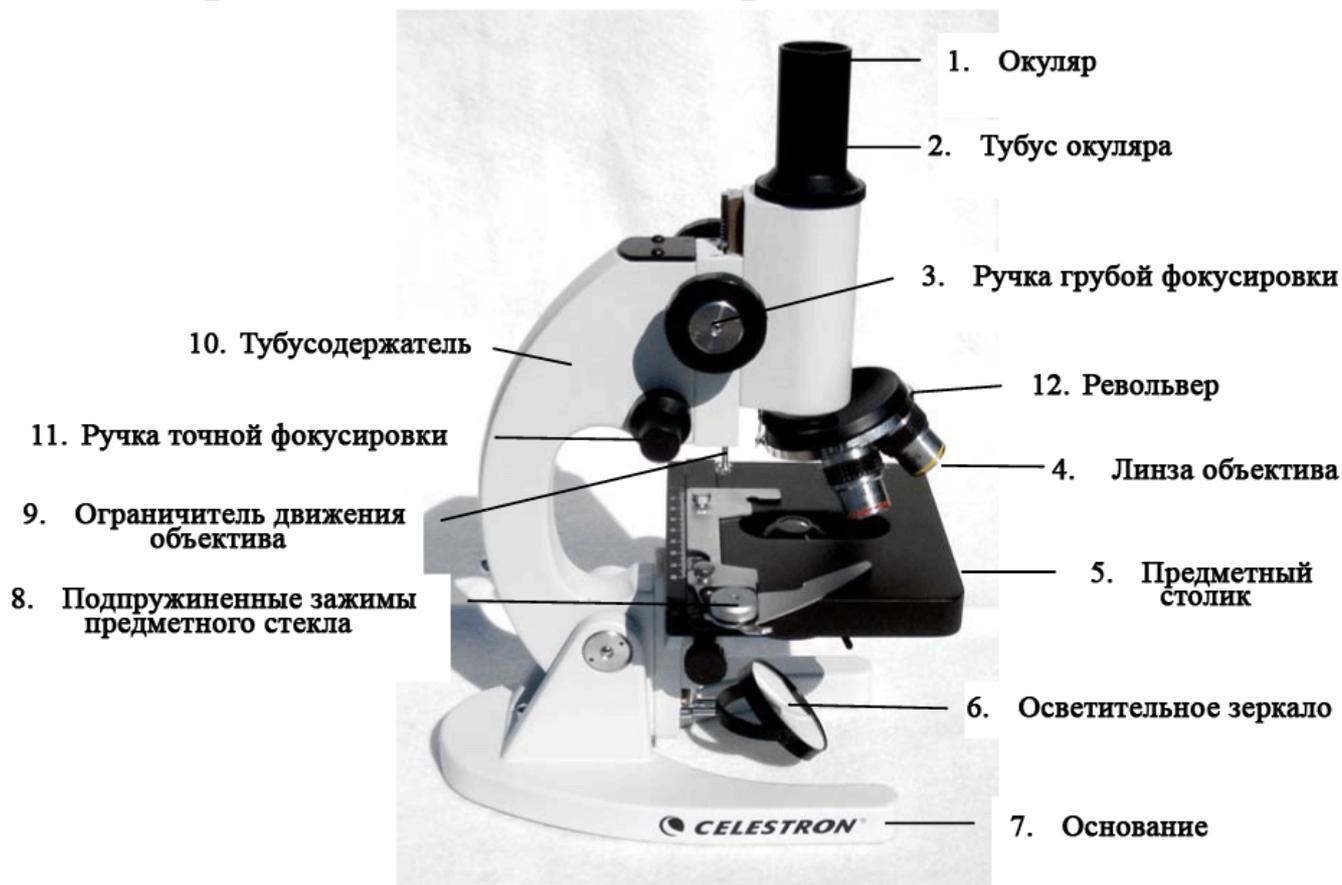

Рисунок 3
Рисунок 3а
Рисунок 3б
Рисунок 3в
Рисунок 3г
1. Удалите зеркальный осветитель, вытянув его из гнезда. Это легко выполняется при небольшом надавливании (см. рис. 3а).
2. Вставьте электроосветитель в гнездо, из которого был вынут зеркальный осветитель (см. рис. 3а).
3. Убедитесь, что стеклянные части электроосветителя (см. рис. 3б) направлены в сторону предметного столика (5).
4. Расположите зажимы посетителя снаружи гнезда и нажмите на него до фиксации (см. рис. 3в).
5. Вставьте шнур от электроосветителя в розетку (см. рис. 3г).
Ваш микроскоп снабжен механическим предметным столиком с зажимами и направленными ручками (см. рис. 3д).
3. Используйте ручки перемещения столика (см. рис. 3д) для установки образца в центре отверстия столика (5).
**Рисунок 3д**
**Рекомендация.** Чтобы образец располагался прямо под линзой объектива, полностью закройте отверстие ирисовой диафрагмы (см. рис. 3е). Вы должны увидеть узкий луч, направленный на образец. Теперь воспользуйтесь ручками для перемещения столика, чтобы образец оказался внутри светового пучка.
10. Револьвером (12) вращайте линзы объектива (4) пока линза объектива 4x не окажется над образцом. Всегда начинайте работу с линзы объектива наименьшего увеличения, последовательно переходя к линзам высокой кратности увеличения
11. Глядя в окуляр, вращайте ручку грубой настройки фокуса (3) до тех пор, пока образец не попадет в поле зрения. Отцентрировать положение образца в поле зрения можно с помощью ручек перемещения предметного столика (рис. 3д). Внимание. при фокусировке линза объектива не должна касаться предметного стекла. Вы можете раздавить предметное стекло и поцарапать объективную линзу.
12. В завершении, проведите точную настройку фокуса для Ваших глаз ручкой (11). Внимание. Никогда не вращайте сразу обе ручки для тонкой настройки фокуса в разные стороны, иначе механизм фокусировки может сломаться.
**Рисунок 3е**
Образцы разного размера, толщины и цвета требуют разных уровней освещенности. Существуют два метода изменения освещенности при просмотре образцов: настройкой конденсора Аббе и регулировкой ирисовой диафрагмы (см. рис. 3е):